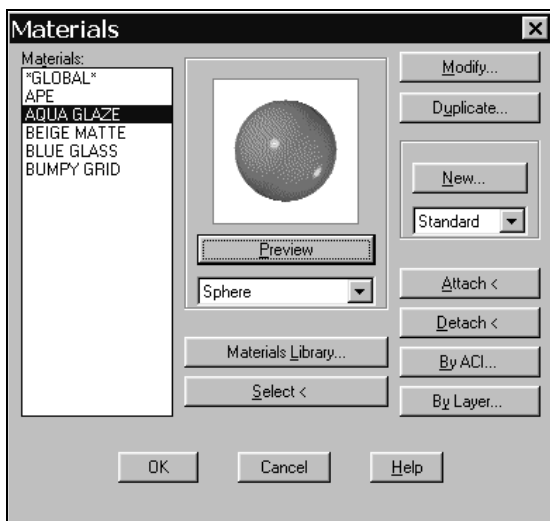

Рис. 10.5. Диалоговое окно **Materials**
- В диалоговом окне **Materials** (Материалы) (рис. 10.5) выбрать материал из списка **Materials** (Материалы).
2. В диалоговом окне **Materials** (Материалы) (см. рис. 10.5) установить тип материала (например, **Standard** (Стандартный)) и нажать кнопку **New** (Новый).
2. В диалоговом окне **Materials** (Материалы) (см. рис. 10.5) выбрать материал из списка и нажать кнопку **Modify** (Изменить).